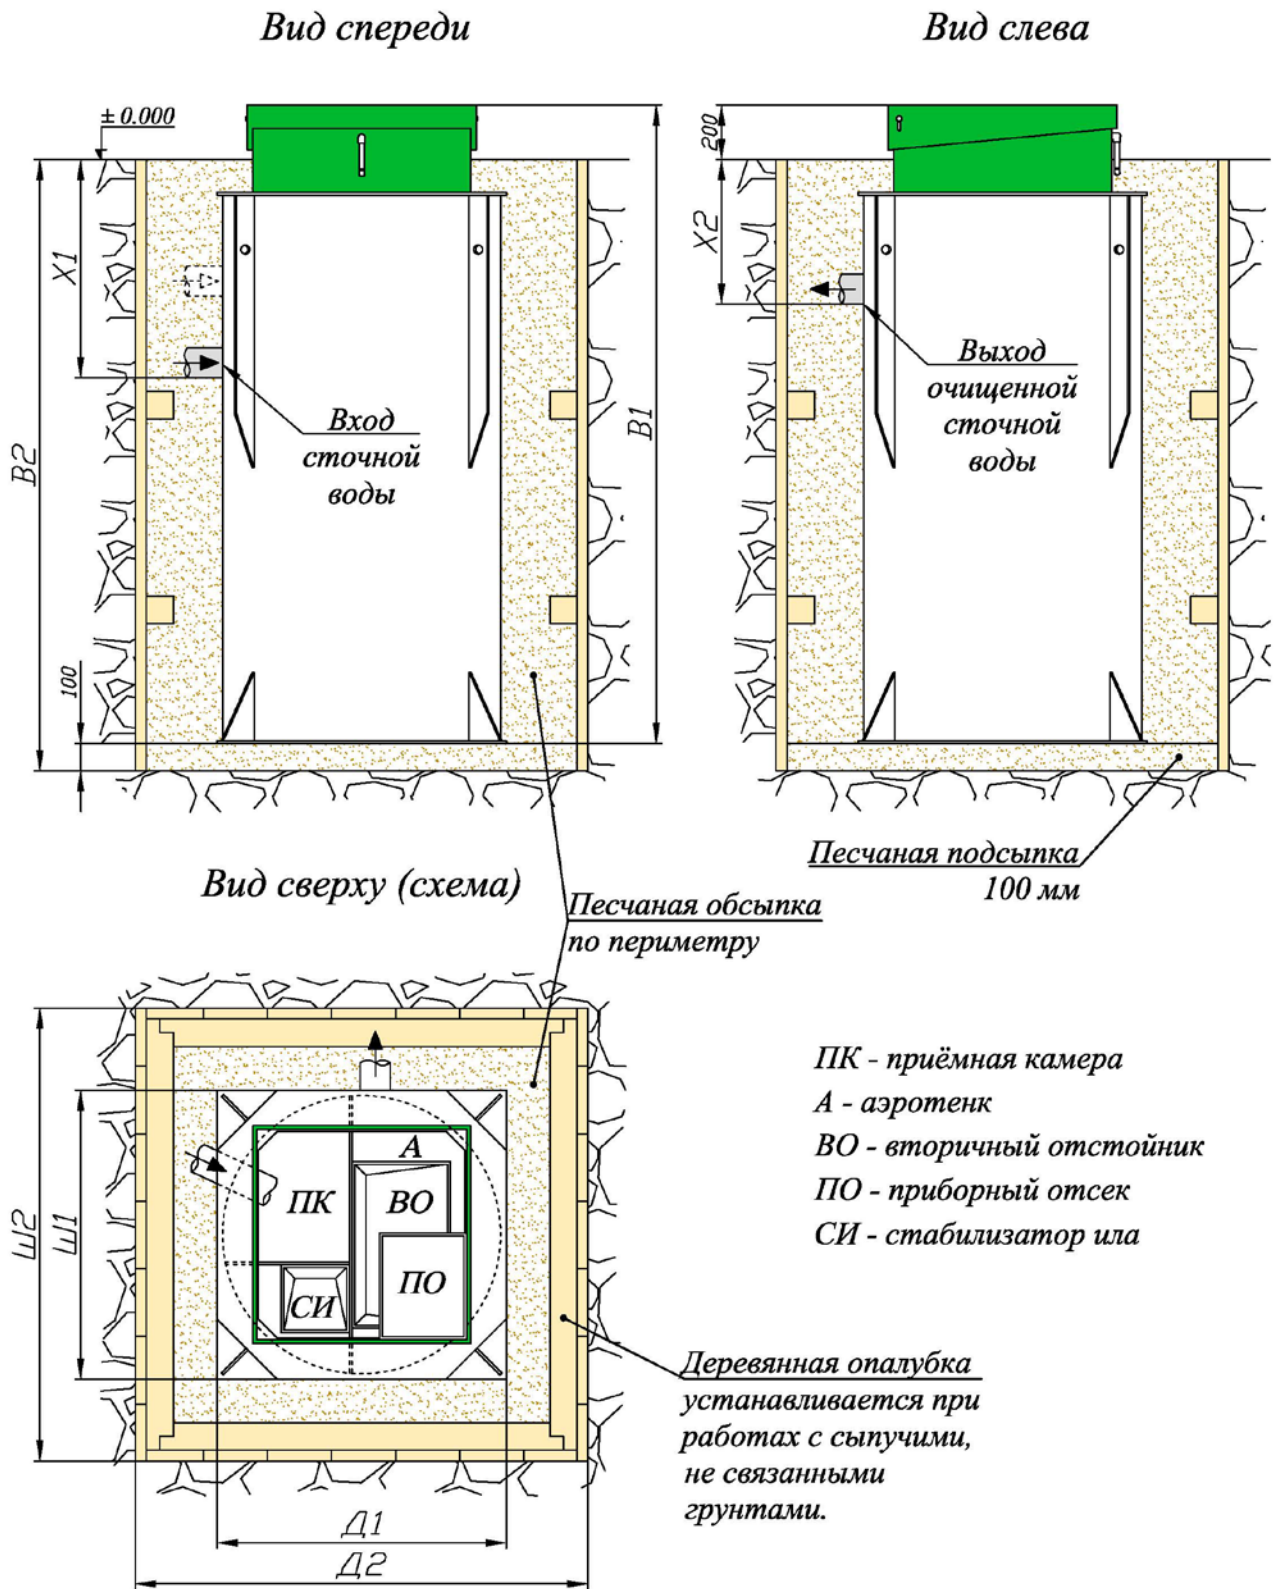

Рис. 1.
Габаритные размеры установок и котлованов, в соответствии с рис. 1, приведены в табл. 1.
После монтажа установки в котлован с подготовленным дном и с глубиной, соответствующей высоте установки (табл. 1), следует вырезать в стенке уравнильного резервуара (приёмной камере) отверстие для подводящего трубопровода, по месту и высоте, согласно уровню подвода канализационной трубы. Определить ёмкость, в которой необходимо сделать входное отверстие, можно по схеме (рис. 1).
- ввод должен быть выполнен в приёмную камеру (ПК) (см. рис. 1);
- поплавковый переключатель, поставляемый в собранном виде, установить в приёмную камеру (ПК) (см. рис.1), зафиксировав в опорах (клипсах), закреплённых в заводских условиях на корпусе, цилиндре или на перегородке в зависимости от модели. Провод поплавкового переключателя завести в приборный отсек (ПО) через герметичный кабельный ввод (сальник) на стенке приборного отсека и затянуть его, завернув накидную гайку до упора. Подключение поплавка произвести согласно электрической схеме, находящейся на внутренней стороне крышки распределительной коробки: